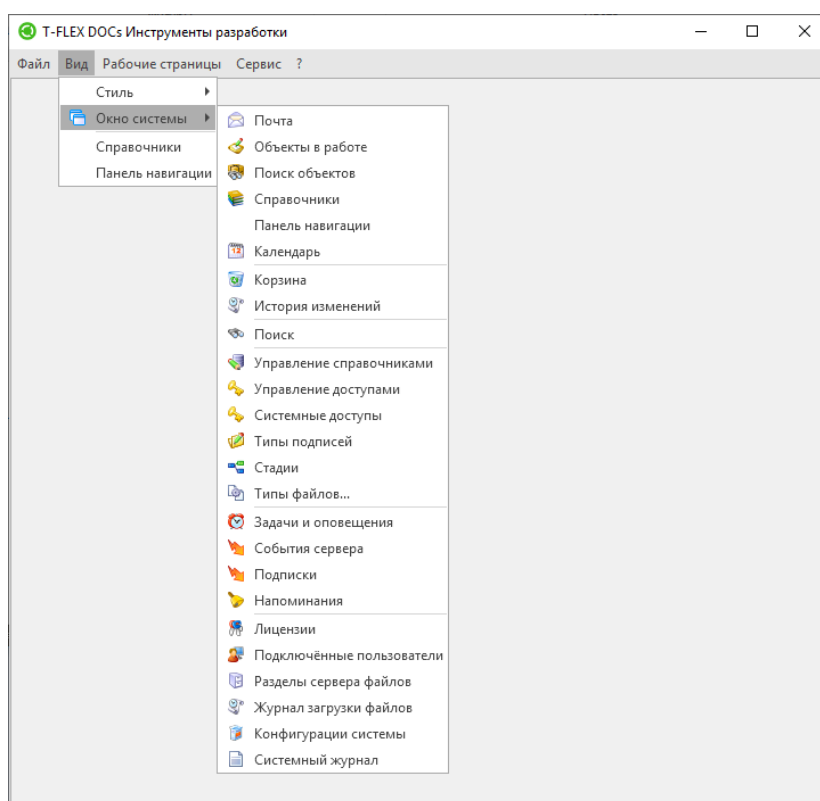

Рис. 1.2. Меню **Вид**, выпадающий список строки **Окно системы** клиента T-FLEX DOCs, открывающий возможность доступа ко всем основным функциям клиента
После успешного входа открывается окно клиента **T-FLEX DOCs 15 Клиент** (рис. 1.2). Сверху, на шапке окна слева, указана конфигурация, под которой был произведен вход (**Инструменты разработки** в данном примере). Доступ к основным функциям клиента возможен через окна, открывающиеся из главного меню сверху: меню **Вид** – строка **Окно системы** – выпадающий список (см. рис. 1.2) [1, 2, 3, 4, 5, 6, 7].
1. Щелкните ЛКМ по строке **Справочники** выпадающего списка меню (см. рис. 1.2).